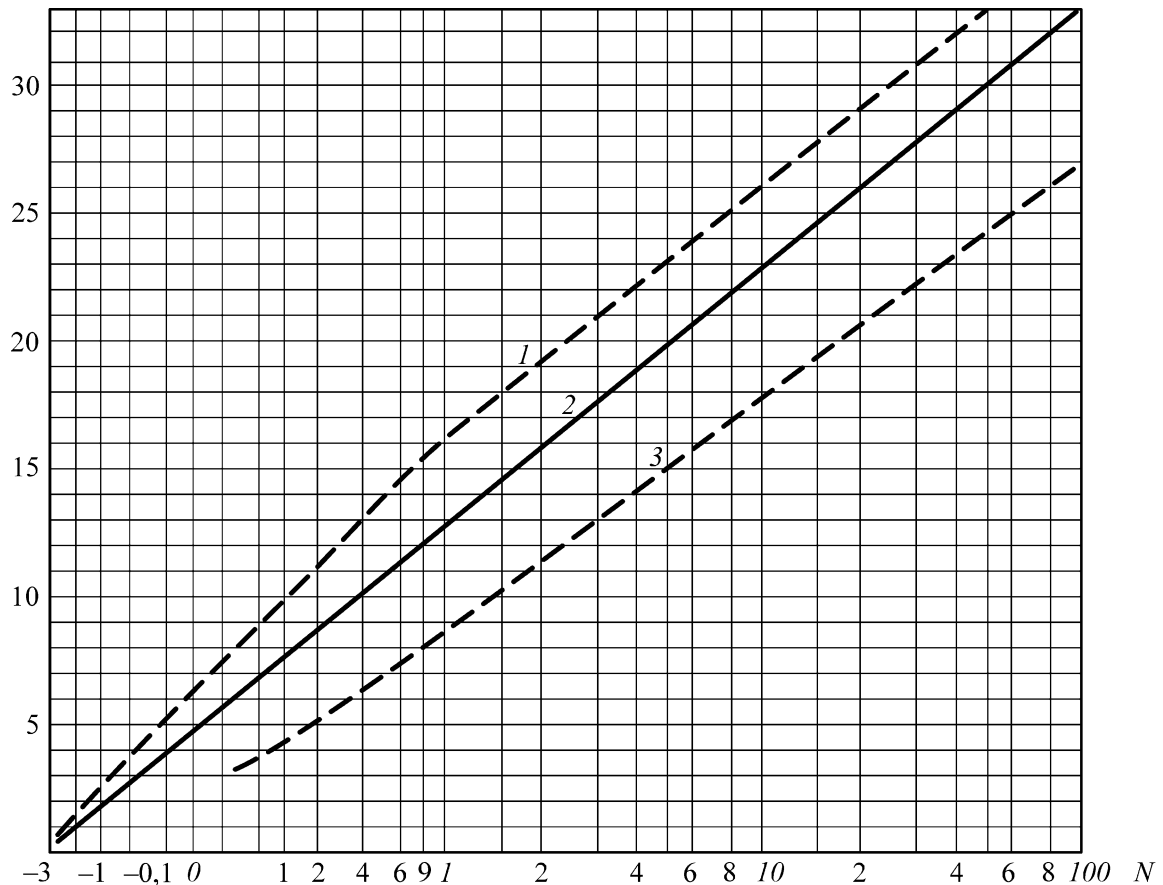

Рис. 1.1. Зависимость снижения уровня звукового давления от числа Френеля
$\Delta L_{\text{экр}}$ [дБ] рассчитывается на основе законов дифракции и определяется по графику (рис. 1.1).
4. Найти по диаграмме (рис. 1.1) снижение уровня звукового давления экраном, $\Delta L_{\text{экр.}}$